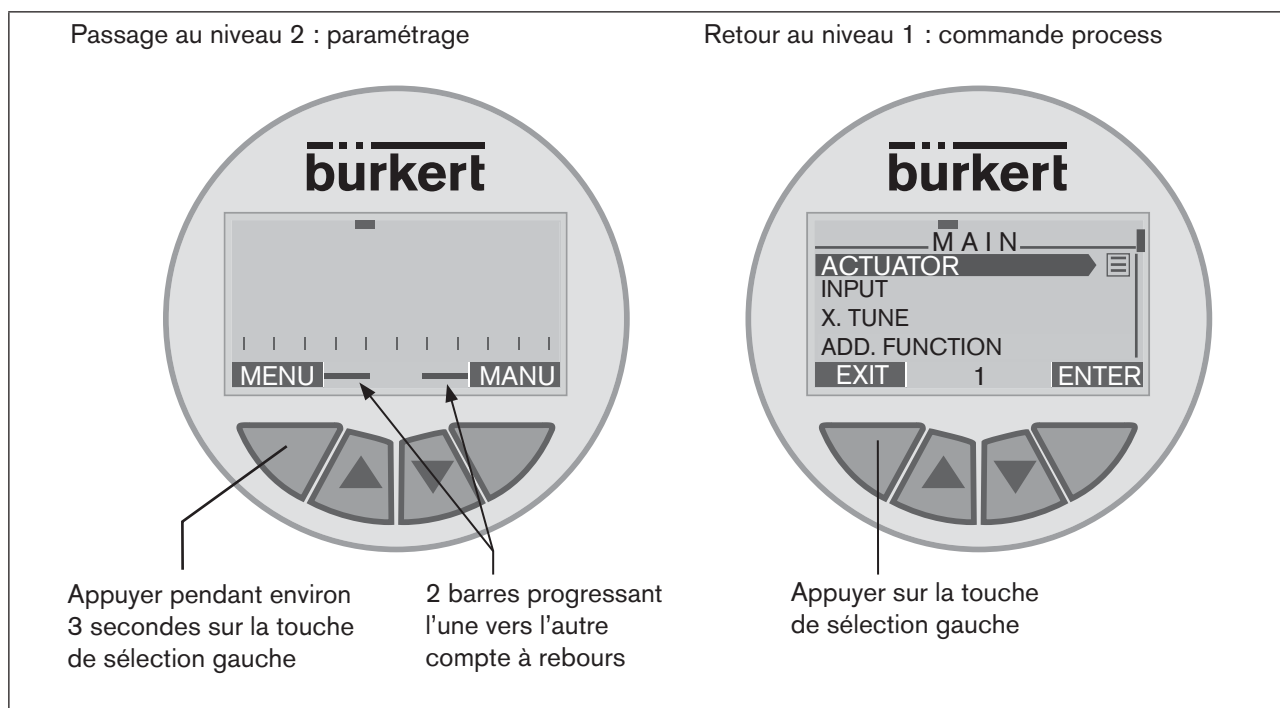

Figure 13 : Changement de niveau de commande
- Pour passer du niveau 1 (commande process) au niveau 2 (paramétrage), appuyez sur la touche de sélection gauche (MENU) pendant environ 3 secondes. Pendant ces 3 secondes (compte à rebours), les 2 barres progressent l'une vers l'autre (voir « Fig. 13 »).